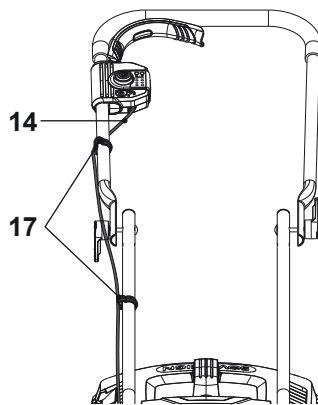

Fig. 4
- > Fixez le câble de commande (14) avec deux serre-câbles (17) (Fig. 4).